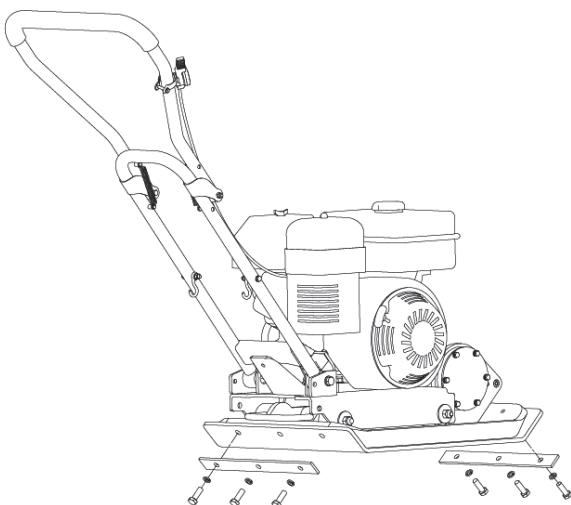

Рисунок 6. Схема встановлення на віброплиту захисної демпферної накладки («килимка»).
3. Для запобігання сколів або пошкодження поверхні каменів під час ущільнення бруківки використовувати для робочої плити спеціальну захисну демпферну накладку («килимок»), який до комплекту поставки не входить (рис. 6).